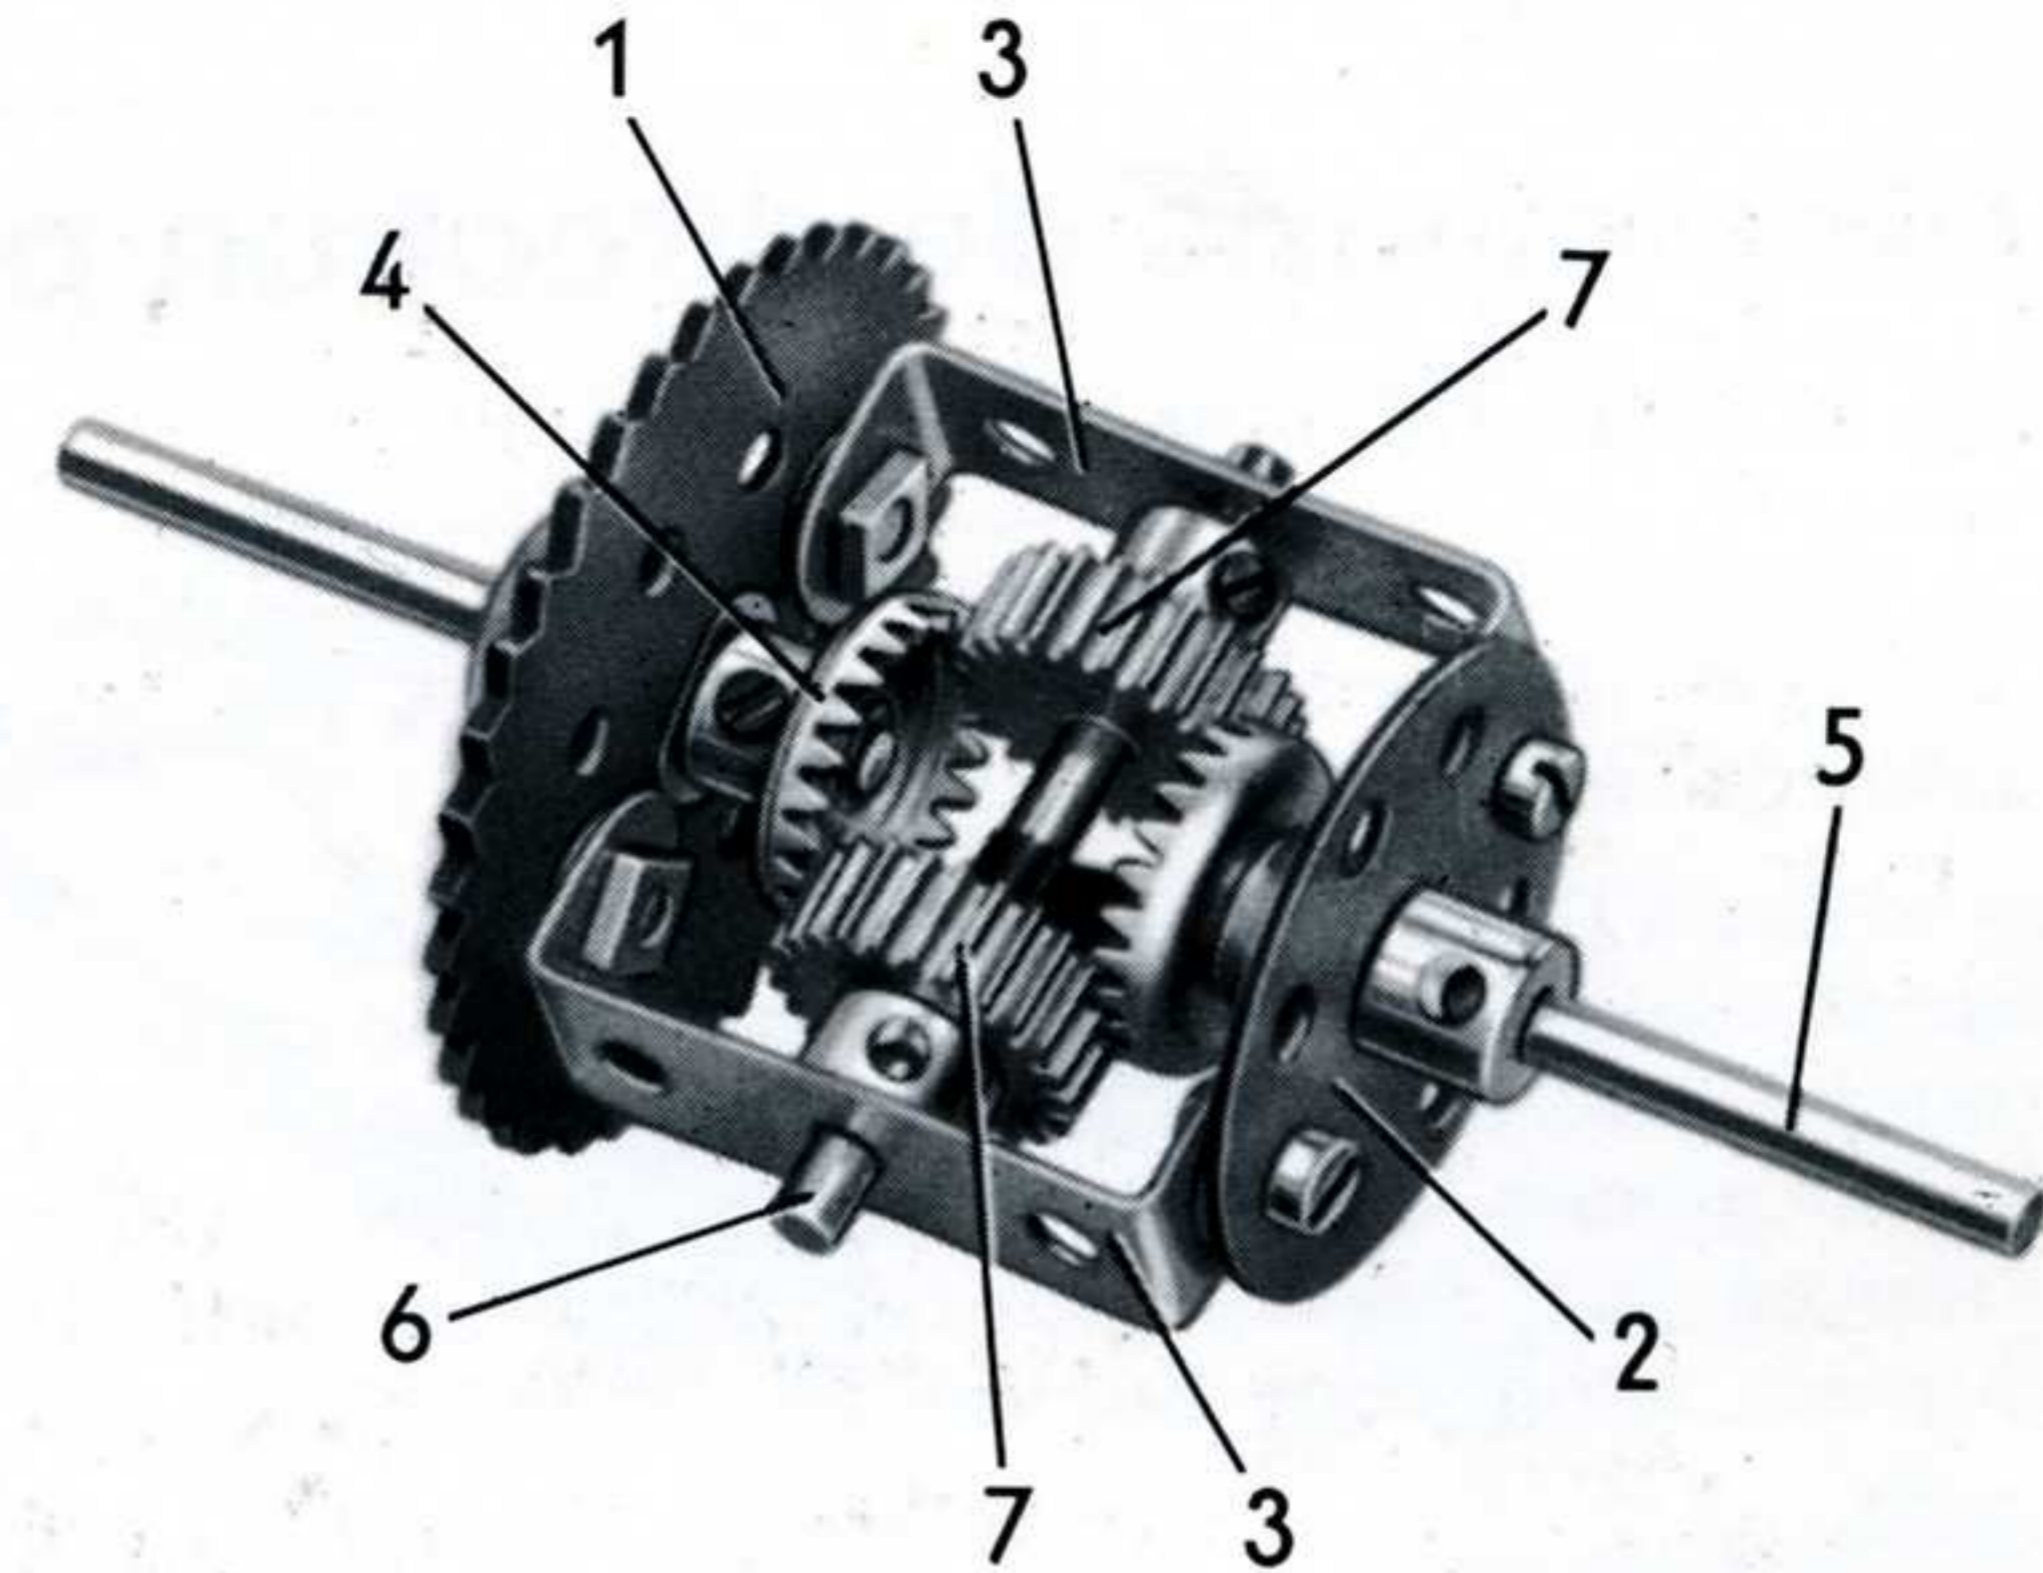

Fig. 17
## B.11 - Différentiel (Fig. 17)
Le mécanisme utilisé dans ce but s'appelle un différentiel et est très intéressant à construire. Les engrenages Meccano permettent de construire différentes sortes de différentiels et les figures 17 et 18 en représentent deux types susceptibles d'être montés avec les pièces de la boîte d'engrenages.
La figure 17 montre un différentiel très simple et de forme bien ramassée pour être monté sur un petit modèle. Il est destiné à être utilisé avec une chaîne de Galle au lieu de l'habituel entraînement par arbre de transmission. Une roue de chaîne de 36 dents (1) est fixée sur une roue barillet (2) au moyen de deux bandes coudées de  $38 \times 12$  mm (3); les quatre boulons qui tiennent ces pièces portent une rondelle métallique. Une tringle qui portera l'une des roues passe dans le moyeu de la roue de chaîne et est munie d'une roue de champ de 25 dents (4). Une seconde tringle (5) qui portera l'autre roue passe dans la roue barillet et est munie d'une roue de champ de 25 dents montée de la même façon que la première.